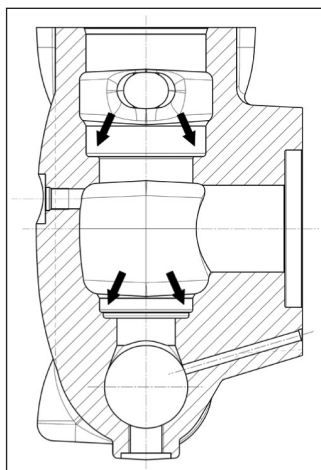

Fig. 88
Antes de volver a colocar los grupos de válvula, limpiar y secar perfectamente los correspondientes alojamientos en la cabeza tal y como indican las flechas (pos. ①, Fig. 88).